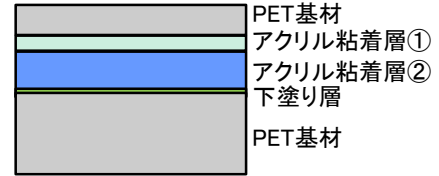
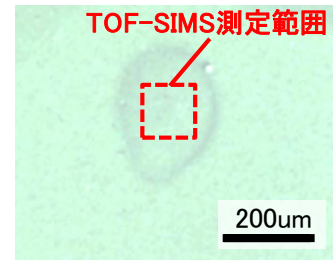

図1 多層薄膜フィルム
図2 黒色シミの光学顕微鏡写真
PET基材(2 μ m)/アクリル粘着層①(1 μ m)/アクリル粘着層②(5 μ m)/下塗り層(0.1 μ m)/PET基材(20 μ m)構成の多層薄膜フィルム[図1]に大きさ200 μ m ϕ の黒色のシミが認められました[図2]。そこで、フィルム表面から内部にかけてTOF-SIMSによる深さ方向分析を行い、存在箇所と成分の特定を行いました。